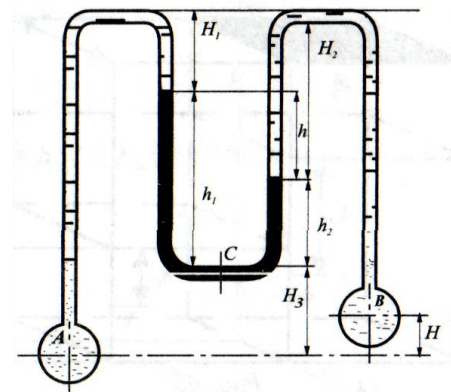

Рис. 2
6. Высота столба ртути, измеренная по дифференциальному манометру, равна $h = 50$ см. Определить разность давлений в точках А и В, если $H = 30$ см (рис. 2). Трубы заполнены водой.